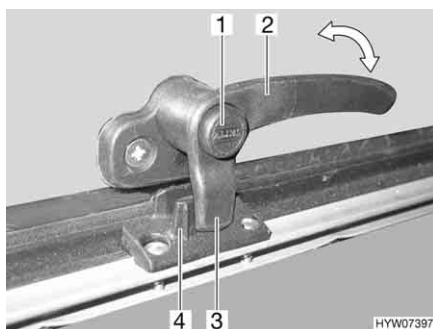
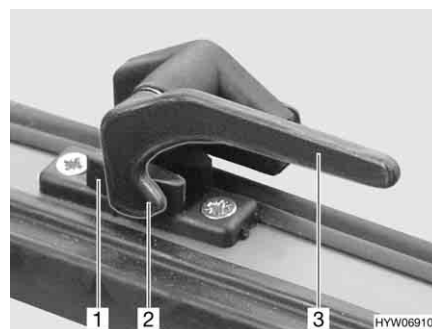

Bild 92 Låsarm med låsknapp i läget "stängd"
Bild 93 Låsarm i läget "stängd"
- Tryck på låsknappen (Bild 92,1) om sådan finns och håll den nedtryckt.
- Sväng låsarmen (Bild 92,2 eller Bild 93,3) ett kvarts varv mot fönstrets mitt.
- Sväng låsarmen (Bild 92,2 eller Bild 93,3) ett kvarts varv mot fönsterkarmen. Låsspaken (Bild 92,3 eller Bild 93,2) på låsarmen sitter helt på fönsterlåsets insida (Bild 92,4 eller Bild 93,1).
- I läget "helt stängt" (Bild 92 och Bild 93)